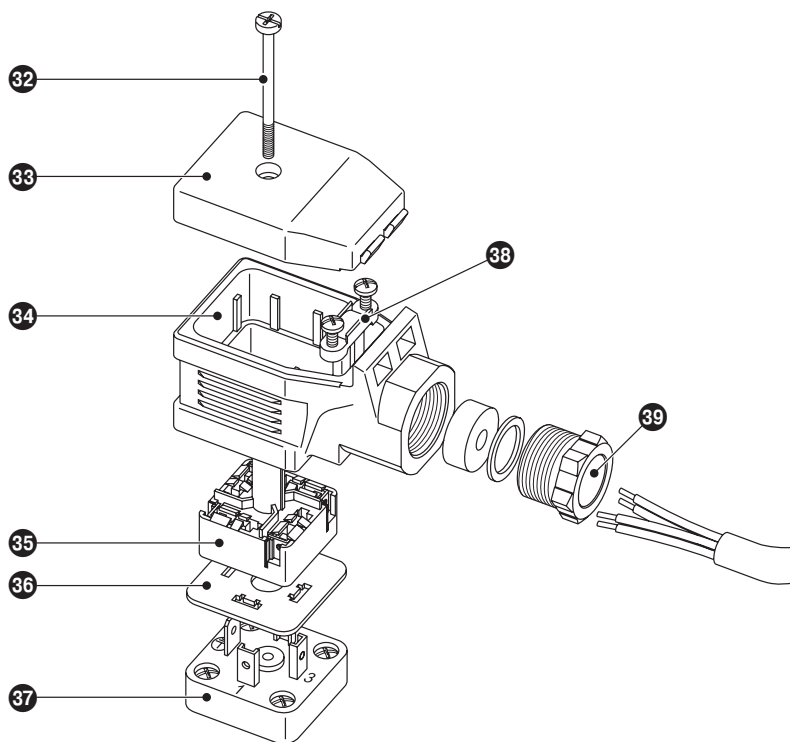

Fig. 23
1. Schraube ③2 lösen. **Fig. 23**
2. Steckeroberteil ③4 von der Niveauelektrode abziehen, Dichtscheibe ③6 auf der Kontaktplatte ③7 liegen lassen.
3. Deckel ③3 abnehmen.
4. Anschlussplatte ③5 aus dem Steckeroberteil ③4 herausdrücken.
1. Schraube ② lösen. **Fig. 23**
2. Steckeroberteil ④ von der Niveauelektrode abziehen.